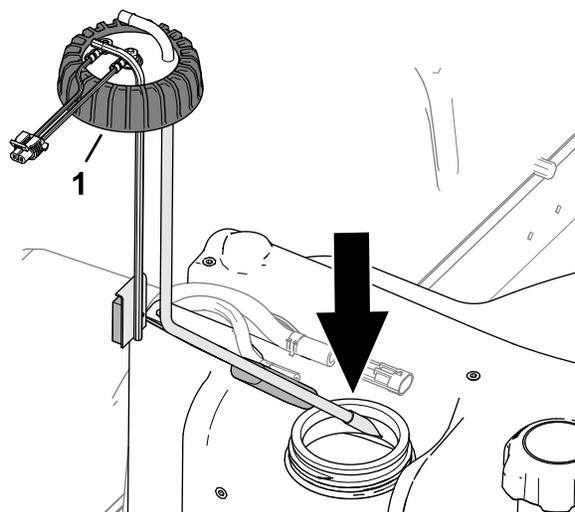

Figura 92
2. Montate con attenzione il tubo di prelievo del carburante e il galleggiante nel serbatoio del carburante (Figura 92).